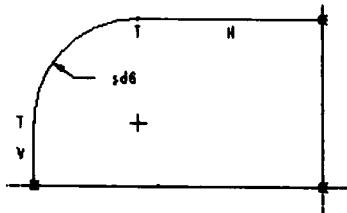

图 1-19
(6) 选择【工具】 \mid 【关系】，输入如下所示的关系式： $sd6 = evalGraph("Graph1", trajpar * 10)$ ，再按【Enter】键完成。 $sd6$ 是尺寸 5.00 的内部代号，如图 1-19 所示。